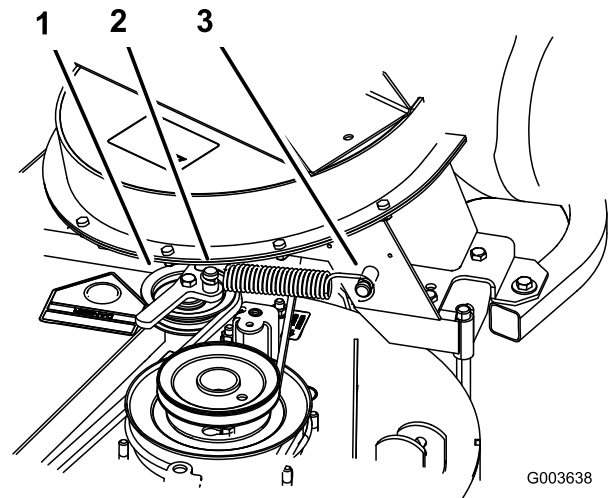

Figura 20
4. Instale el muelle según se muestra en Figura 20.